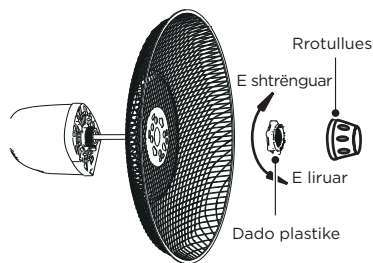

Fig.7
- 1 Zhvidhosni rrotulluesen në drejtim të akrepave të orës (ose nxirreni rrotulluesen nga qesja) dhe dadon plastike në drejtim të kundërt të akrepave të orës për t'i hequr të dyja. Fiksoni skarën e pasme në motor, pastaj shtrëngoni përsëri dadon plastike. (Fig.7)